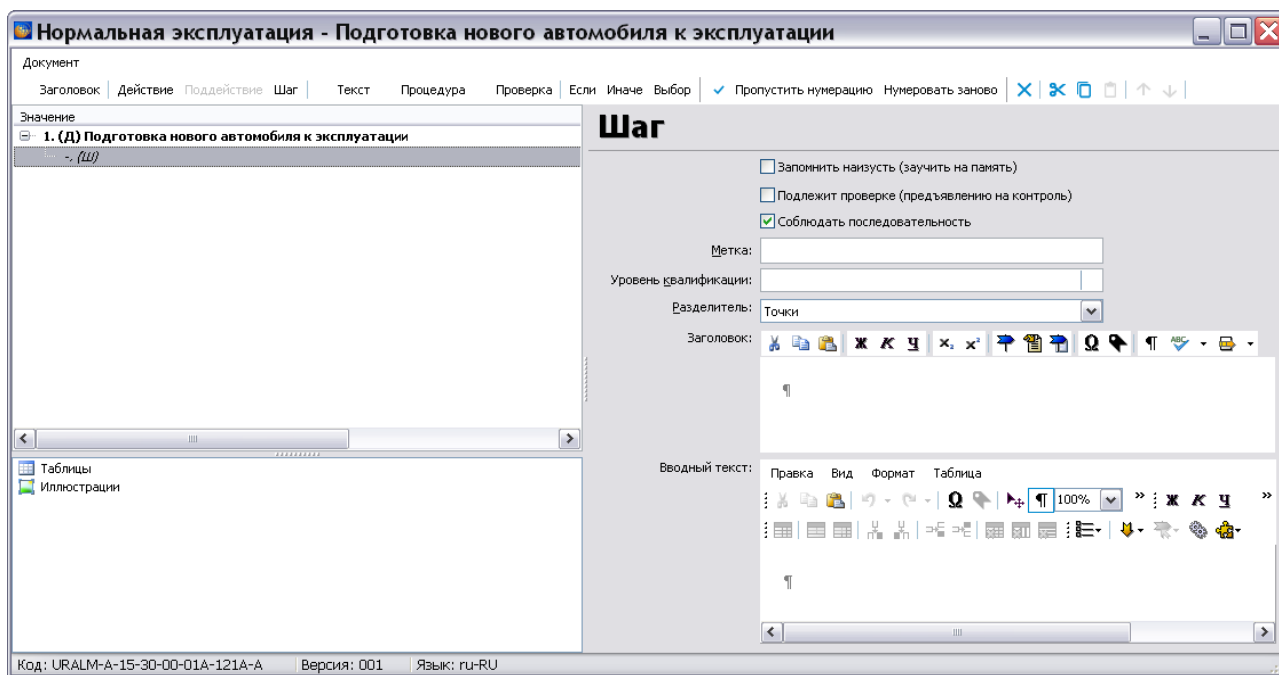

Рисунок 493
1) В левом окне редактора выделите созданное действие и нажмите на кнопку **Добавить шаг** . В дереве значений появится обозначение шага, в правом окне редактора – параметры для описания шага (рисунок 493).